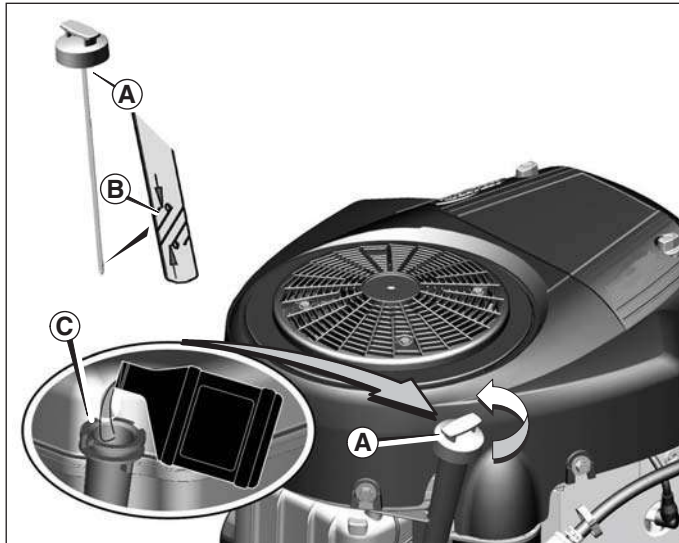

Figura 5
1. Remueva la varilla indicadora de nivel de aceite (A, Figura 5) y límpiela con un trapo limpio.
3. Remueva la varilla indicadora de nivel de aceite y compruebe el nivel de aceite. El aceite debe alcanzar la marca FULL (B) en la varilla indicadora de nivel de aceite.
4. Si el nivel de aceite es bajo, añada aceite lentamente por dentro del tubo de llenado de aceite (C). **No llene excesivamente.** Después de aprovisionar con aceite, espere un minuto y después vuelva a comprobar el nivel de aceite.